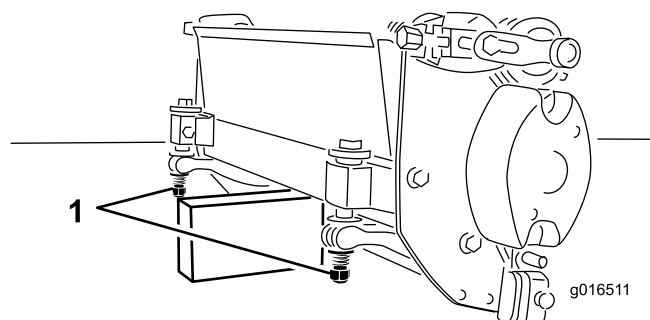

Figura 6
Se for necessário inclinar a unidade de corte para que a lâmina de corte e o cilindro fiquem expostos, coloque um apoio por baixo da unidade de corte para assegurar que as porcas nos parafusos de ajuste da extremidade traseira da barra de apoio não fiquem apoiadas sobre a superfície de trabalho (Figura 6).
2. Incline a traseira do cortador para que a lâmina de corte e o cilindro fiquem expostos. **Certifique-se de que as porcas nos parafusos da extremidade traseira da barra de apoio não estão apoiadas na superfície de trabalho (Figura 6).**
Importante: Se for necessário inclinar a unidade de corte para que a lâmina de corte e o cilindro fiquem expostos, coloque um apoio por baixo da unidade de corte para assegurar que as porcas nos parafusos de ajuste da extremidade traseira da barra de apoio não fiquem apoiadas sobre a superfície de trabalho (Figura 6).